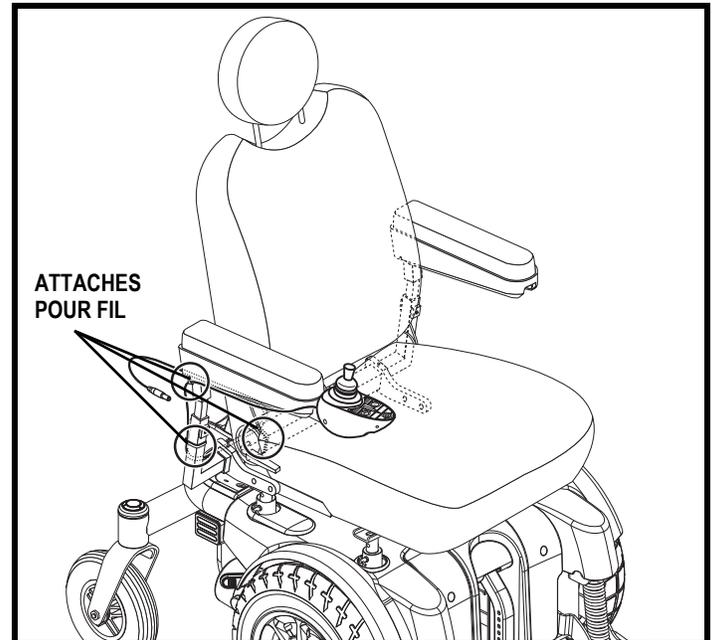

Figure 11. Emplacement du câble du module de contrôle sur un siège Contour
7. Placez le câble de façon à ce qu'il ne puisse être coincé dans la charnière du siège. **Voir la figure 11 ou 12.**